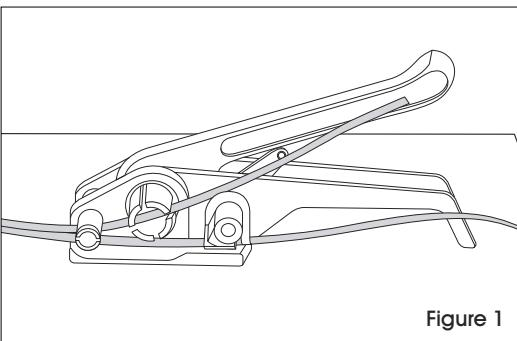

Figure 1
3. Insérez l'extrémité plus courte du feuillard sous le plateau du préhenseur et la roue du couteau, en laissant environ 12,7 cm (5 po) de feuillard sur l'extrémité avant. (Voir Figure 1)